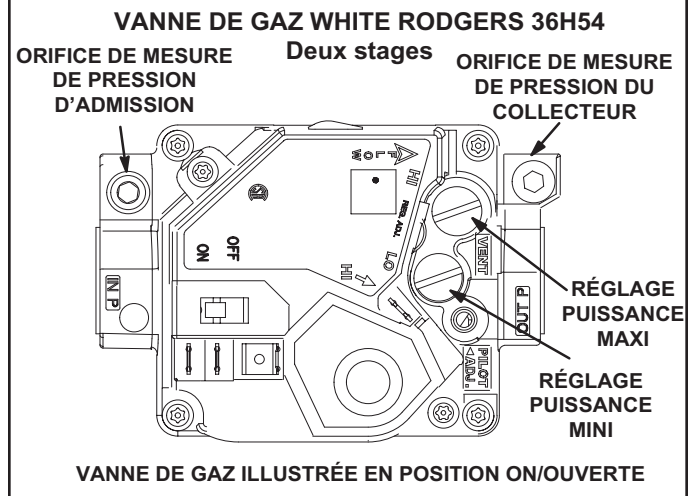
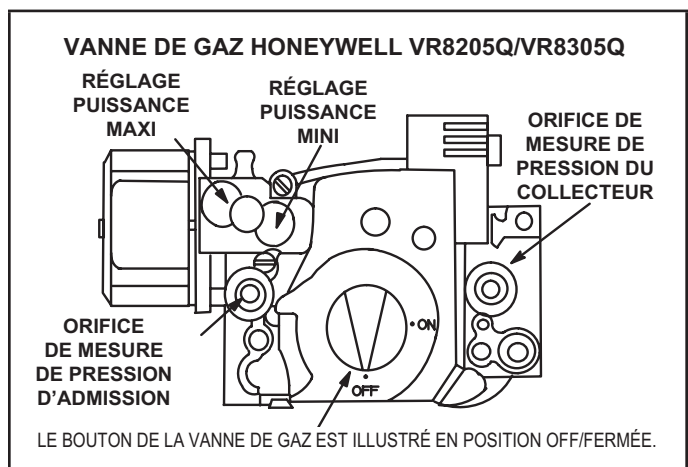

FIGURE 30
FIGURE 31
Fonctionnement de la vanne de gaz pour Honeywell VR8205Q/VR8305Q et White Rodgers 36H54 (FIGURE 30 et FIGURE 31).
- 6 - Mettre l'interrupteur de la vanne de gaz sur **OFF/FERMÉE**. Voir FIGURE 30. Sur les vannes de gaz Honeywell VR8305Q, tourner le bouton dans le sens des aiguilles d'une montre jusqu'en position **OFF/FERMÉE**. Ne pas forcer. Voir FIGURE 31.
- 7 - Attendre cinq (5) minutes pour s'assurer que tout le gaz a eu le temps de se dissiper. En cas d'odeur de gaz, **ARRÊTER!** Appeler immédiatement le fournisseur de gaz depuis un voisin et se conformer à ses instructions. S'il n'y a pas d'odeur de gaz, passer au point suivant.
- 8 - Mettre l'interrupteur de la vanne de gaz sur **ON/OUVERTE**. Voir FIGURE 30. Sur les vannes de gaz Honeywell VR8305Q, tourner le bouton dans le sens inverse des aiguilles d'une montre jusqu'en position **ON/OUVERTE**. Ne pas forcer. Voir FIGURE 31.